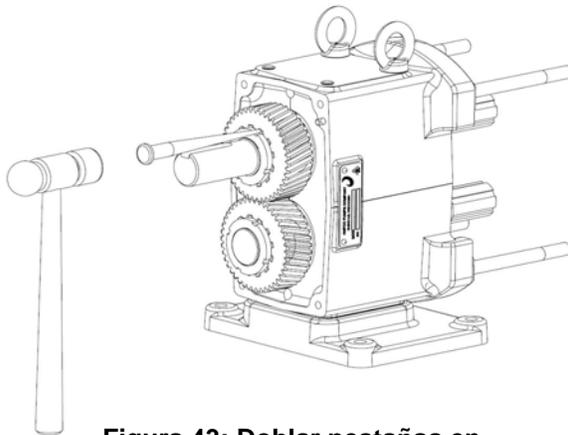
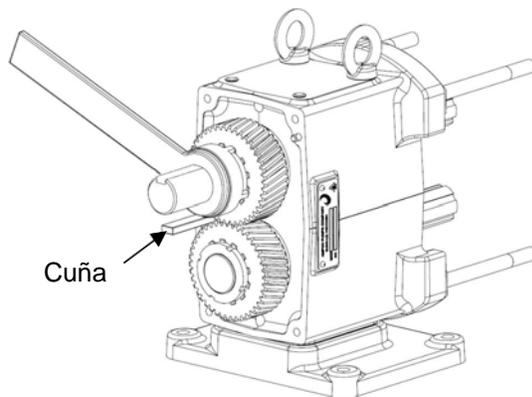

Figura 43: Doblar pestañas en arandelas de seguridad
Figura 44: Retirar arandelas de seguridad
2) Con un martillo y un punzón, doble las pestañas rectas de las arandelas de seguridad (Figura 43). Use una cuña (de madera o plástico) para evitar que los ejes giren mientras se quitan las tuercas de seguridad (Figura 44). Con una llave inglesa o un punzón, quite las tuercas de seguridad del engrane. Retire lentamente los engranes de los ejes. Retire las llaves de engrane y los espaciadores de engrane de los ejes.